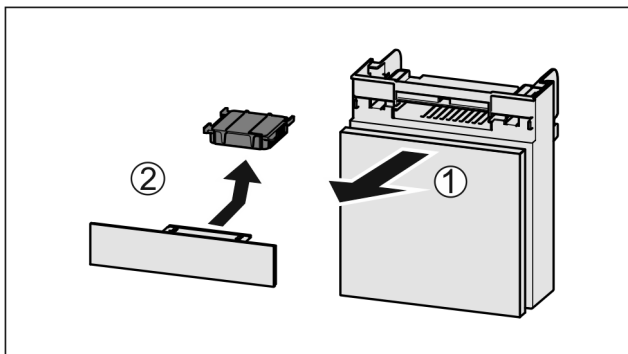

Fig. 193
- Tërhiqni kutinë nga përpara Fig. 193 (1).
- Hiqni filtrin me karbon aktiv Fig. 193 (2).